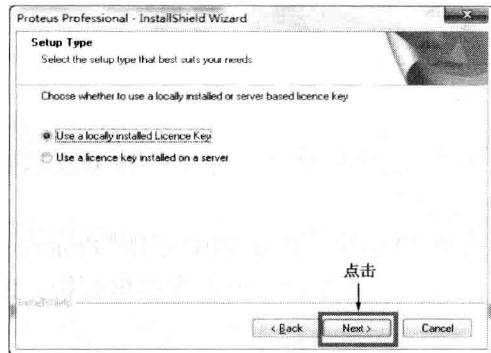
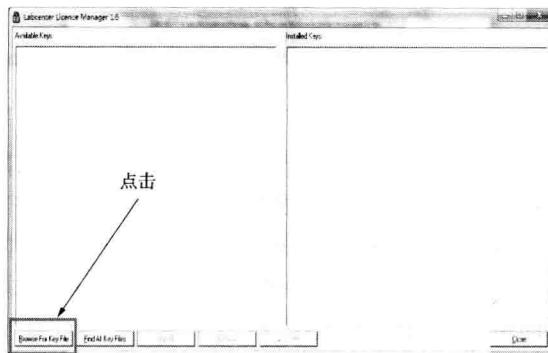
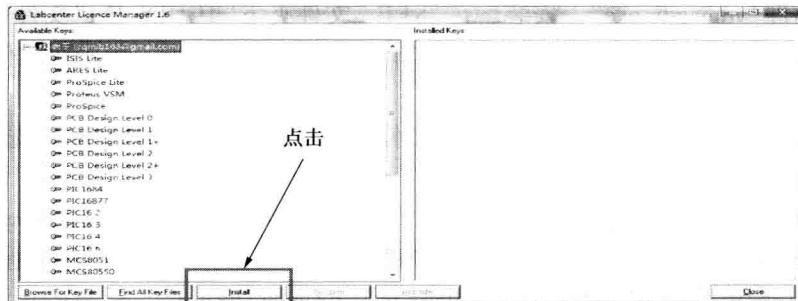

图 3-1 选择许可证文件位置
图 3-2 浏览许可证文件
图 3-3 安装许可证文件
① 安装“Proteus 7.5 SP3 Setup.exe”，并选择“Use a locally installed Licence Key”选项，如图 3-1 所示，若提示“No LICENCE”，则在图 3-2 中点击红框处“Browse For Key File”，在压缩包中的“crack”中选择“Grassington North Yorkshire.lxk”，并双击，然后在图 3-3 中点击“Install”，安装许可证文件，之后点击“Close”，完成许可证安装。其余的基本上都是点击“Next”或“Yes”即可，直至安装完成。